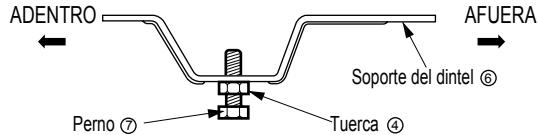

Fig. 3
- Corte el sellado de chasis de la ventana a la longitud apropiada. Pele el resfuerzo y aplique la Cinta de Espuma a la parte inferior del chasis de la ventana. FIG.3
3. Arme de modo flojo el soporte del dintel ⑥ usando las partes que se muestran en Fig. 3.